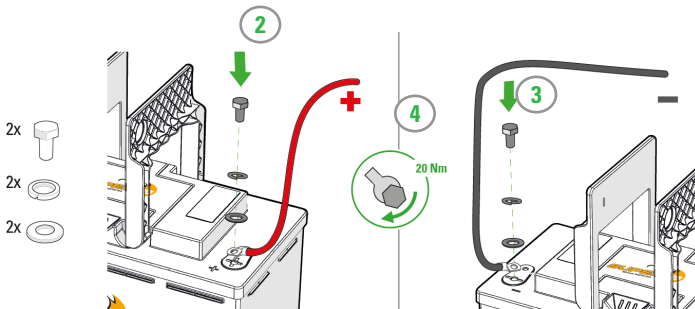

Abbildung 10. Anschluss von Stromkabeln mit Kabelschuhen
2. Schließen Sie die Last oder das Ladegerät an den X2 Pluspol der Lithium-Ionen-Batterie an. (Abbildung 10)
3. Schließen Sie den X1 Minuspol der Lithium-Ionen-Batterie an. (Abbildung 10)